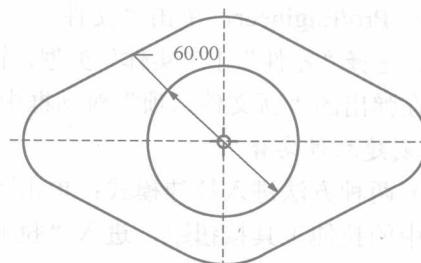

图 1-7 绘制二维截面
(4) 单击 $\square$ 按钮再次进入拉伸模式，在“草绘”对话框中选取刚拉伸的实体上表面为草绘平面，其余接受默认设置，单击“草绘”按钮，进入草绘模式。单击模型显示工具栏中的 $\square$ 按钮，使所绘特征以线框形式显示，便于绘图。绘制如图 1-7 所示的二维截面图，单击 $\checkmark$ 按钮结束截面的绘制，返回拉伸模式。